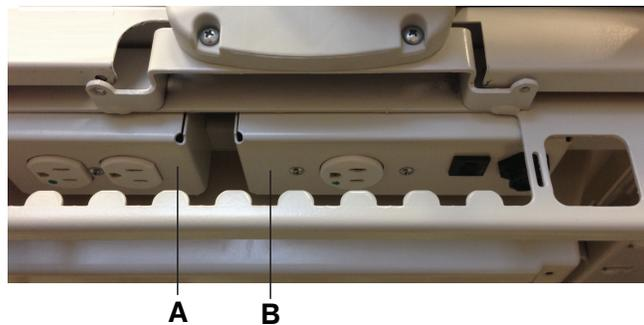

Figure 13 – Sortie auxiliaire en option du lit InTouch
La sortie d'alimentation auxiliaire de 120 volts du lit **InTouch** peut être utilisée comme source d'alimentation intégrée pour la connexion de périphériques. La prise est située sous l'extrémité au niveau des pieds, sur le côté gauche du patient (A) (voir l'illustration du produit). La sortie auxiliaire du lit **InTouch** offre une ou deux prises en option (A) (Figure 13).
De plus, la prise du connecteur de matelas auxiliaire sert à raccorder une surface de support en option au lit **InTouch** (B) (Figure 13). Un disjoncteur de 5 A est également intégré à cette sortie d'alimentation.